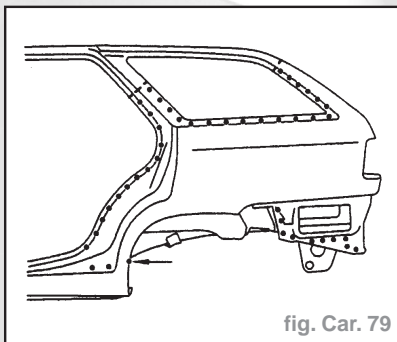

fig. Car. 79
- Souder par points électriques (fig. Car. 79).